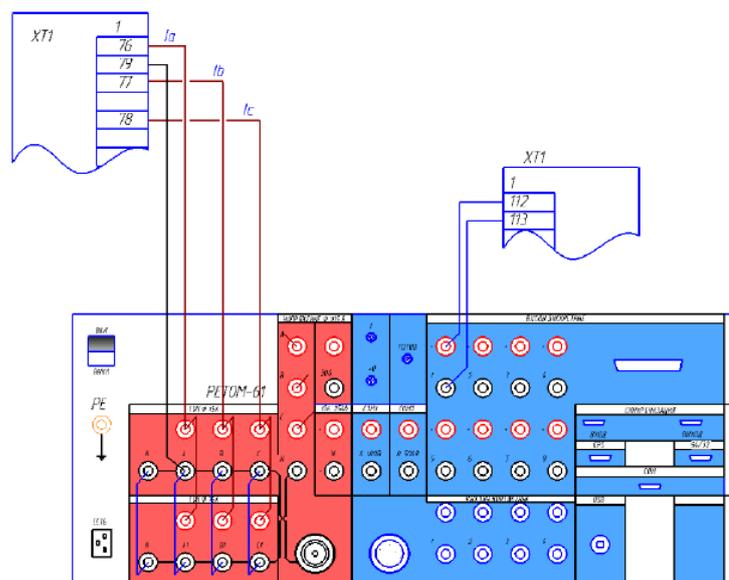

Рисунок 7.5 – Схема подключения токовых и дискретных цепей РЕТОМ–61 к блоку Seram 40
11. Произвести проверку действия терминала на параметрируемые уставки защит. Для этого подключить устройство РЕТОМ–61 в соответствии со схемой подключения (рис.7.5).